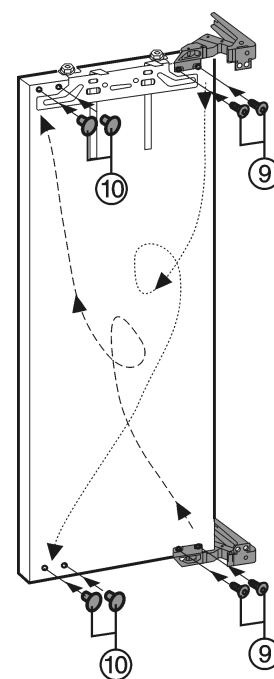

Fig. 10
- Desatornille Fig. 10 (9) las bisagras de la puerta, cámbielas de sitio y atorníllelas **con 3 libras-pie (4 Nm) para fijarlas.**
- Cierre los agujeros de fijación desocupados con los tapones Fig. 10 (10).